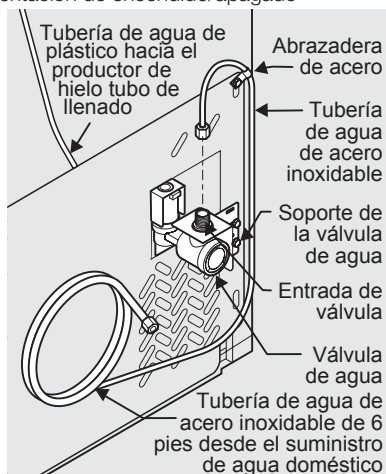

figura 2
- Si usa **tuberías de acero inoxidable**: La tuerca y la férula ya están armadas en la tubería. Deslice la tuerca de compresión hacia el interior de la entrada de la válvula y apriete manualmente la tuerca de compresión sobre la válvula. Ajuste otra media vuelta con una llave; NO apriete en exceso. Consulte la Figura 2.